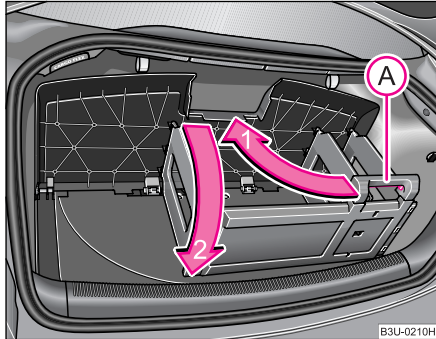

Fig. 76 Coborârea cutiei
- Apăsați partea de jos a mânerului **(A)** ♥ fig. 76 și rabatați în sensul indicat de săgeata 1. Peretele trebuie să se fixeze cu zgomot în capac.